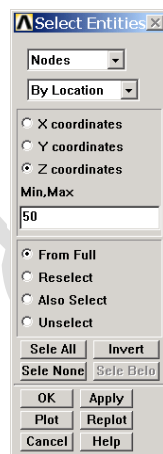

图5.17 按位置选择节点
(3) 单击【Utility Menu】|【Select】|【Entities】菜单，弹出如图 5.17 所示的实体选择对话框。在最顶上的下拉列表框中选择【Nodes】，在接下来的下拉列表框中选择【By Location】，并选中【Z coordinates】单元框，然后在【Min,Max】文本框中输入 Z 向的坐标【50】，单击 **Select All** 按钮。这样就选中了左端面上的所有节点。